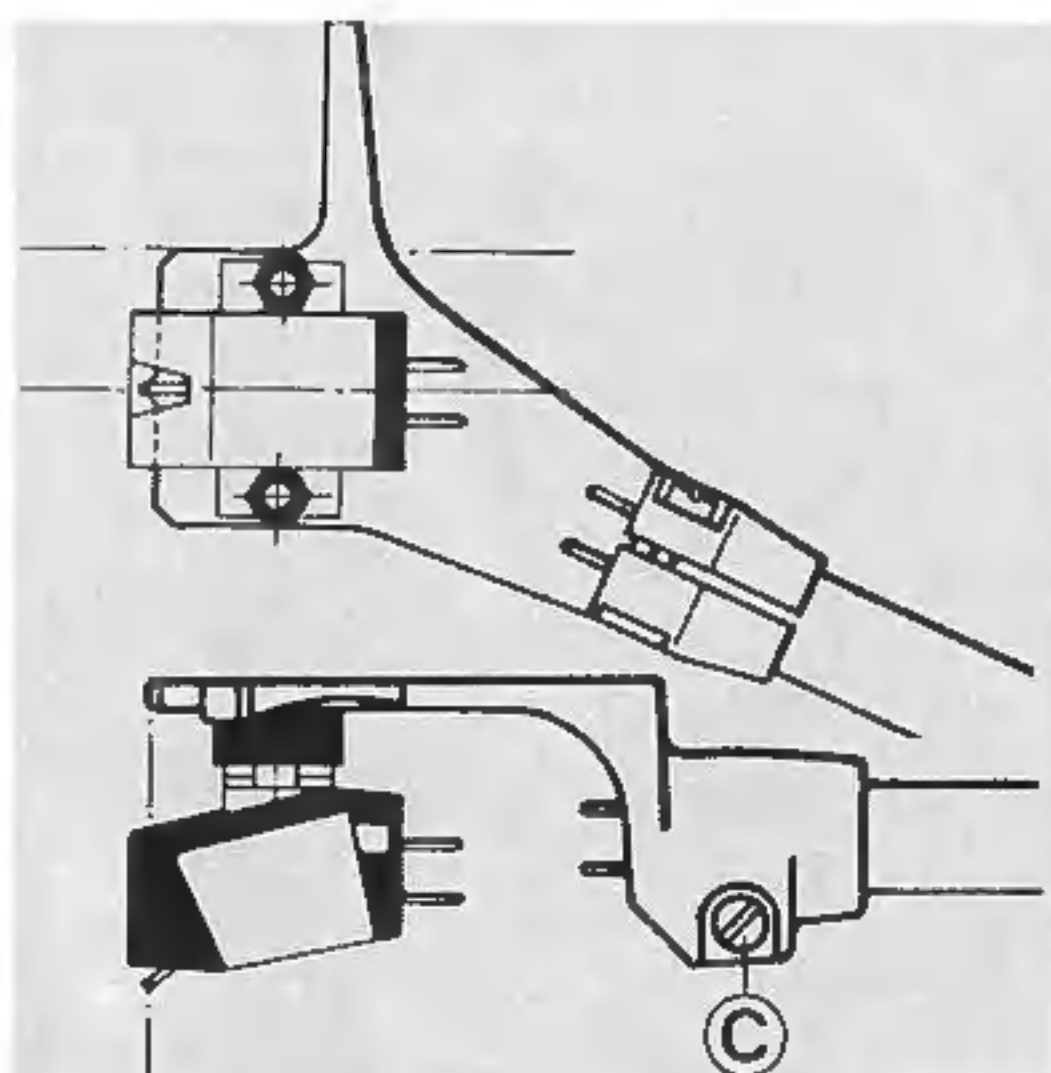

Fig. 15
Ziehen Sie anschließend die Schraube (C) (Fig. 15) am Tonarm wieder fest.